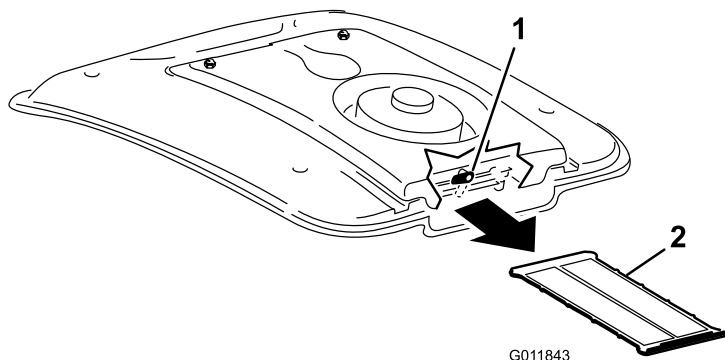

図 74
2. ファンマウントの後部についているラッチを上に戻して横向きにする（図 74）。
3. エアコンコイルからスクリーンを引き出す（図 74）。
4. スクリーンを圧縮空気ですすいで洗い流す（図 74）。